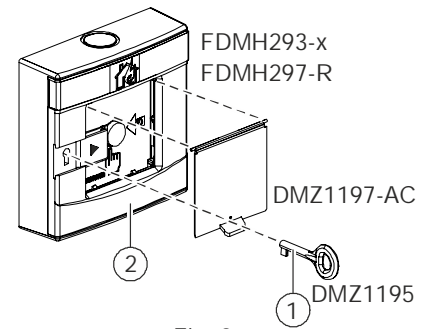

Fig. 2
1. Use the key (1) supplied to open the door (2) of the housing (see Fig. 2).
1. Öffnen Sie mit dem mitgelieferten Schlüssel (1) die Tür (2) des Gehäuses (siehe Fig. 2).